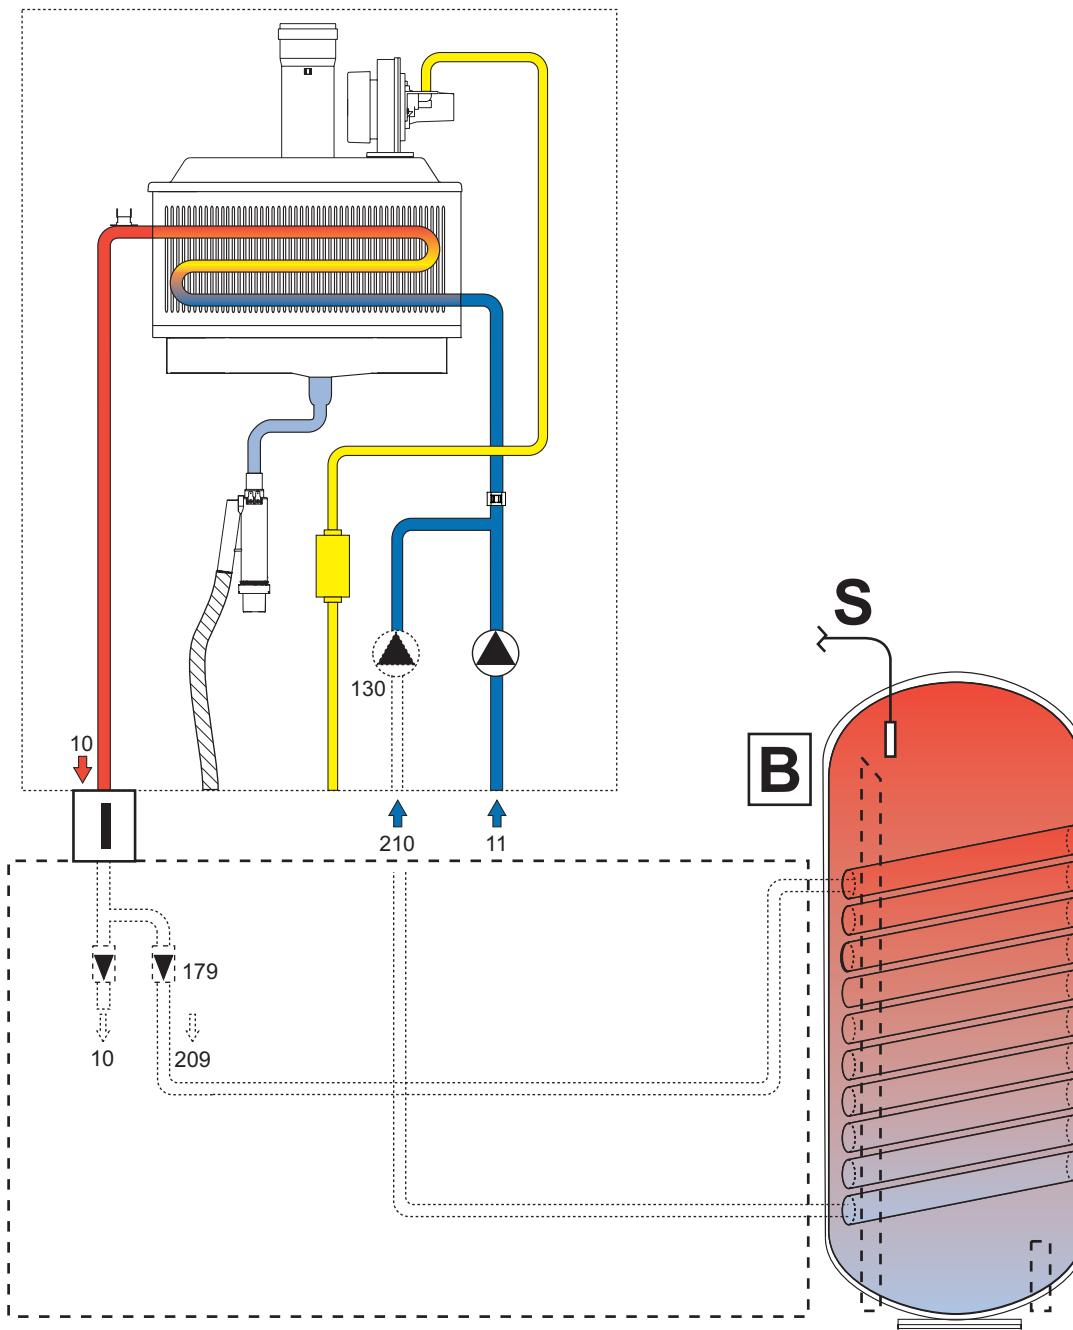

fig. 15 - Set aansluiting boiler
Voor aansluiting op een externe boiler is de optionele set COD_KIT_BOL leverbaar. De set, bestaande uit **circulatiepomp** (ref. 130 - fig. 15), **boilersonde** (ref. S - fig. 15) en **hydraulische aansluitstukken** moet in de verwarmingsketel gemonteerd worden volgens de aanwijzingen die bij de set zelf gevoegd zijn. Vervolgens verbinden met de aansluitingen op de verwarmingsketel.